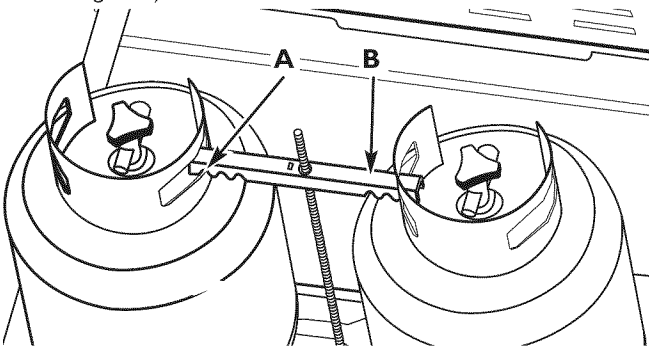

Figura 6 - Soporte de fijación correctamente alineado
3. Inserte el soporte de fijación del depósito de combustible LP en la varilla roscada. Coloque el soporte de forma que sus muescas queden en línea con los orificios de los casquillos de los dos depósitos de combustible LP (consulte la Figura 6).
5. Levante y extraiga el soporte de fijación del depósito de combustible LP de la varilla roscada (Consulte la Figura 6). Puede ser necesario mover los depósitos de combustible LP para soltar el soporte de fijación.